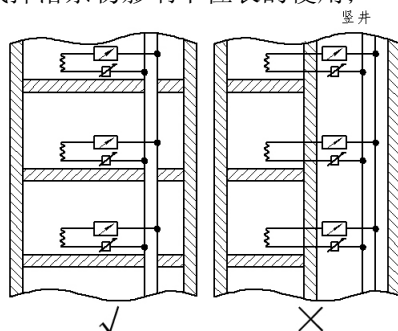

图 5
- ◇ 当各楼层的热能表安装在同一垂直位置时，每套表之间必须有隔断（如图 5 所示），防止上位管道漏水或掉落杂物影响下位表的使用；